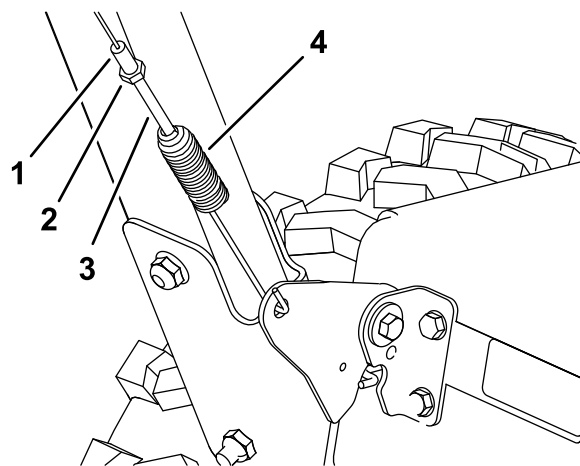
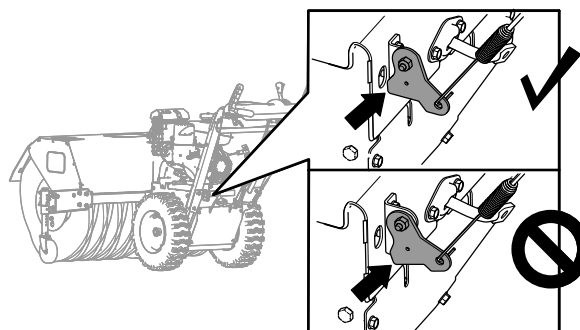

Figura 34
Figura 35
1. Allentate il controdado (Figura 34)
2. Ruotate il regolatore di tensione della molla fino a quando il cavo non è teso (Figura 34) e la parte inferiore della staffa non è a contatto con la piastra superiore della macchina (Figura 35).
3. Serrate il controdado (Figura 34).